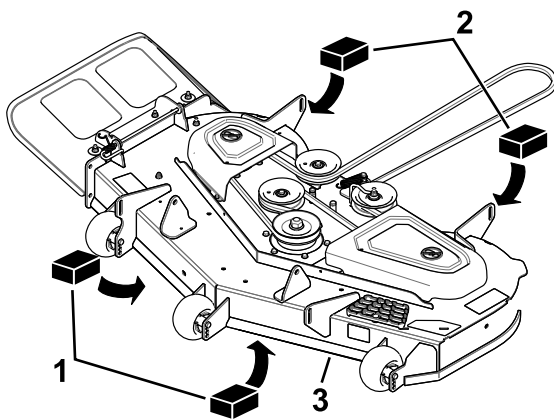

Рисунок 74
3. Установите 2 подставки толщиной по 6,6 см под каждую сторону передней кромки деки, но не под кронштейны защитного валика (Рисунок 74).
4. Установите 2 подставки толщиной по 7,3 см под заднюю кромку фартука режущей деки, по одной на каждой стороне режущей деки (Рисунок 74).